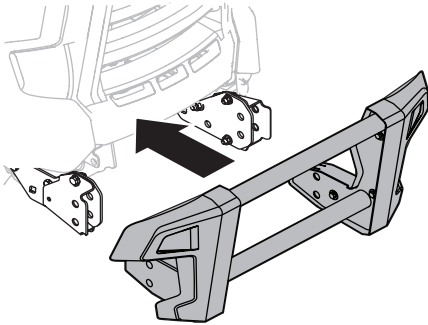

Figure 16
1. Alignez le grillage de protection avec les attaches FastAttach^{MC} installées à l'étape 1 et faites insérer le grillage dans les attaches. Voir Figure 16.